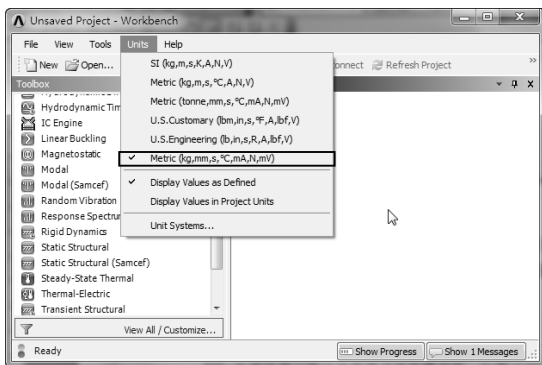

图 6-17 设置分析单位
2) 选择【Units】|【Metric (kg,mm,s,°C,mA,N,mV)】命令，设置分析单位，如图 6-17 所示。